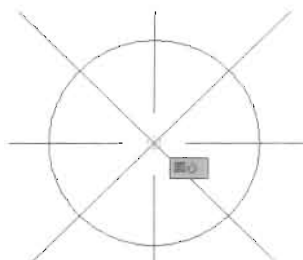

图 3-26
(5) 按空格键继续执行 Xline 命令, 绘制与上一条构造线角度相反的构造线, 如图 3-26 所示, 命令执行过程如下。